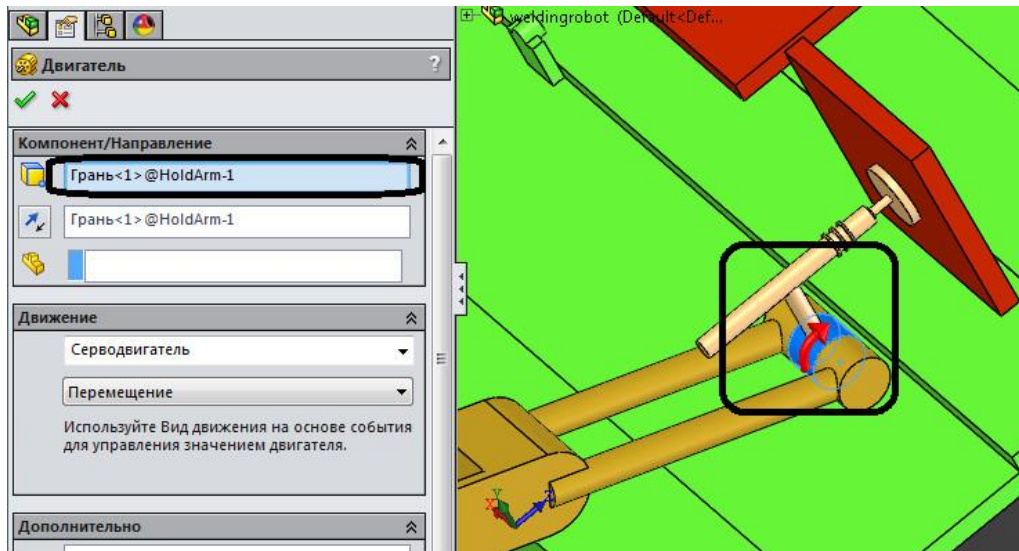

Рис. 11. Створення обертального серводвигуна
4.2.2. Встановити місце розташування та параметри руху обертового серводвигуна як показано на рис.11.